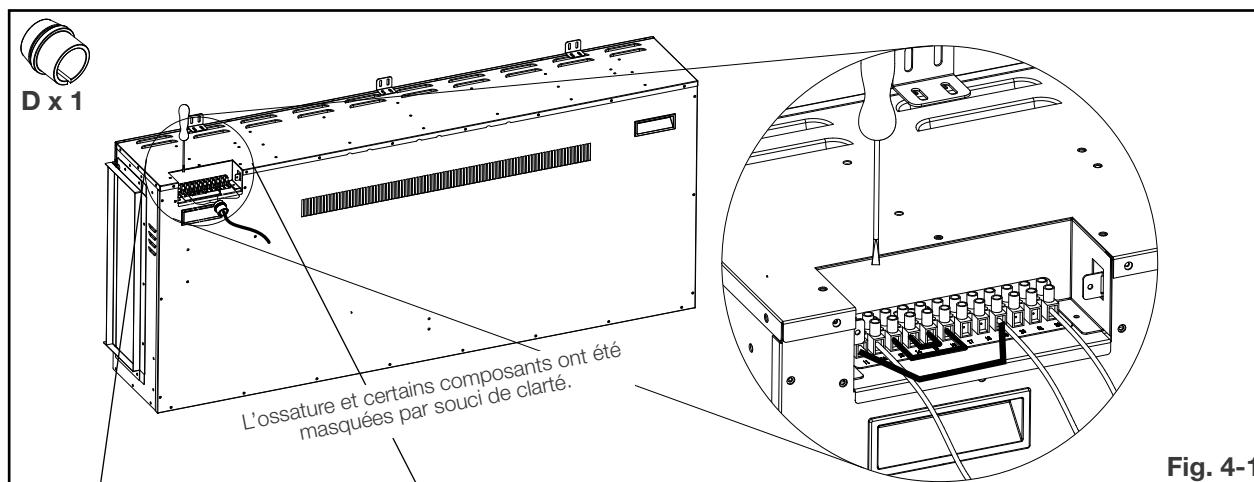

Fig. 4-1
- Insérez les fils d'alimentation de votre maison à travers le couverture du bornier avec le soulagement de traction (fourni) et localisez les fils au endroit du bornier basé sur sélection de tension désiré (**Fig. 4-1 ou 4-3**).